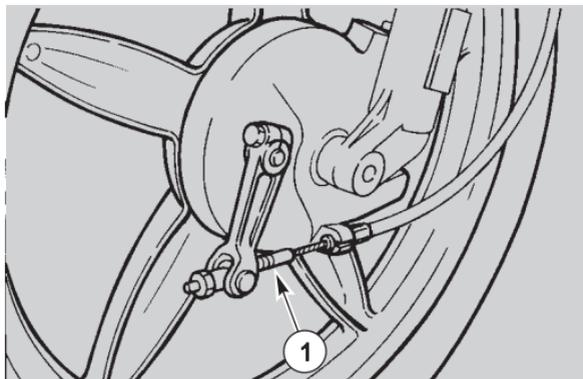

Abb. 31
- ◆ Bremssattel abschrauben (1-Abb. 31).
- ◆ Den Bremssattel wieder zuschrauben (1-Abb. 31).